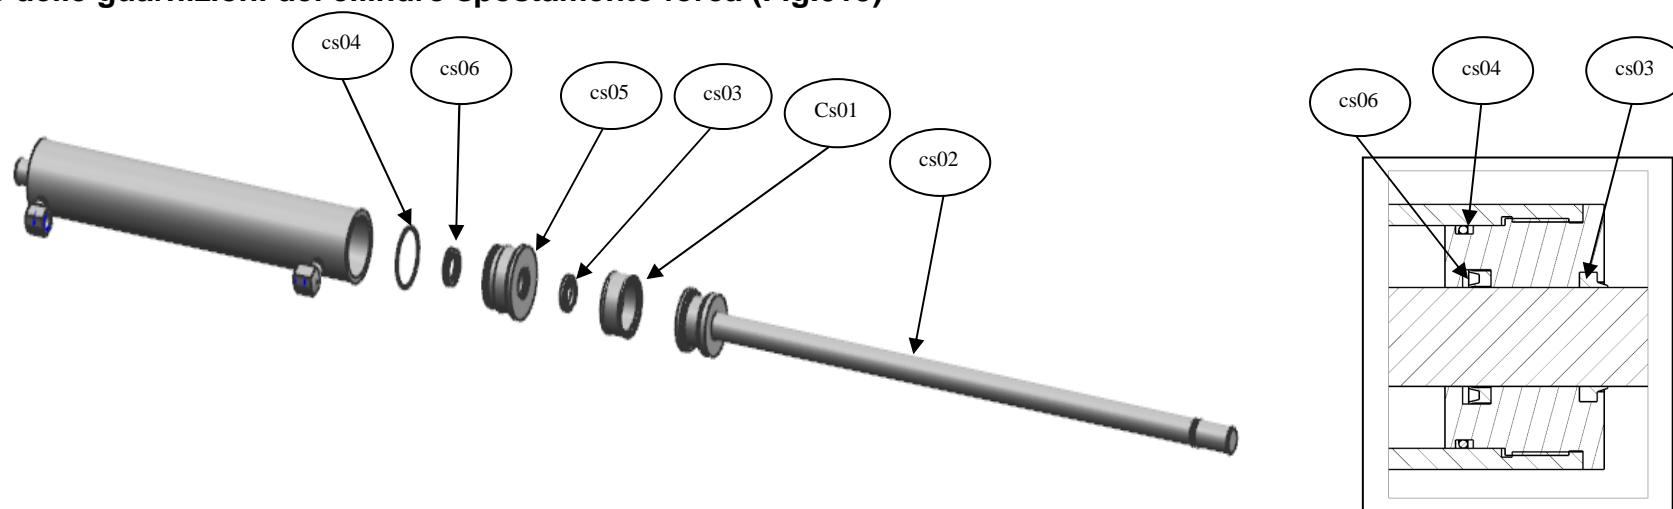

Fig.015
4.3.6 Sostituzione delle guarnizioni del cilindro spostamento forza (Fig.015)